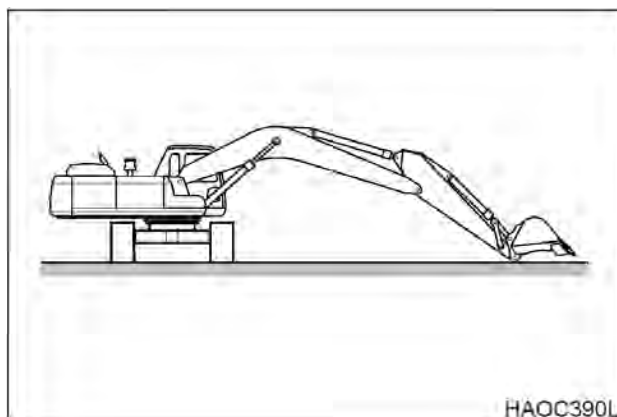

Рис. 78
1. Установить машину на плотном ровном грунте. Повернуть верхнюю часть машины перпендикулярно гусеницам (90°). Опустить стрелу и установить ковш на грунт, как показано на рис. 78.